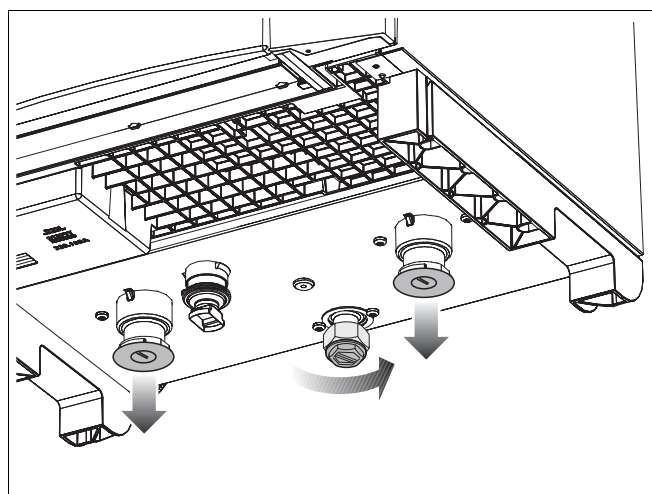

Fig. 10 Îndepărtați dopurile de protecție
- Îndepărtați dopurile de protecție de pe partea inferioară a cazanului de încălzire (Fig. 10).